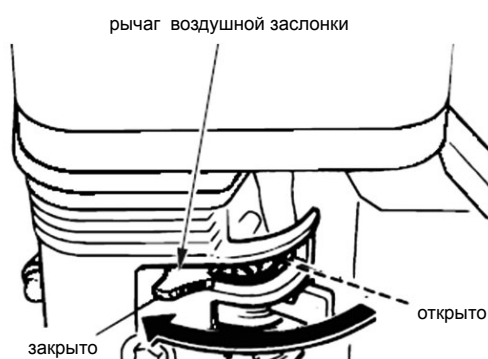

Рис.22
2. При запуске холодного двигателя установите рычаг воздушной заслонки в положение Close (закрыто). При запуске теплого двигателя воздушную заслонку не закрывать (Рис.22).